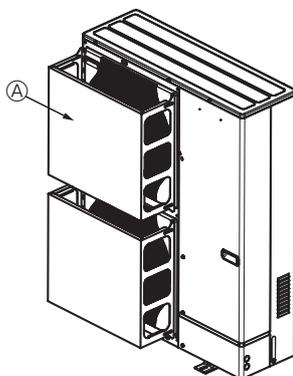

Fig. 2-4
- ② Instale uma guia de protecção de ar opcional se a unidade estiver instalada num local sujeito a fortes ventos, como no caso de tufões, etc., que possam entrar directamente na saída de ar. (Fig. 2-4)